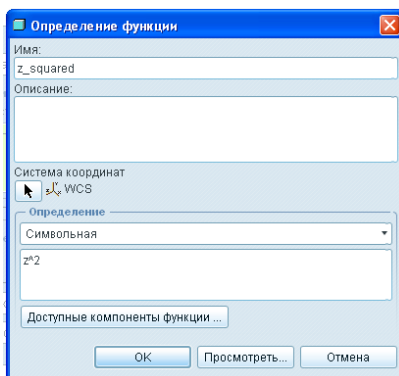

Рис. 20. Задание функции
- выберите тип «Символьная» из списка и введите z^2 , как показано на рис. 20.